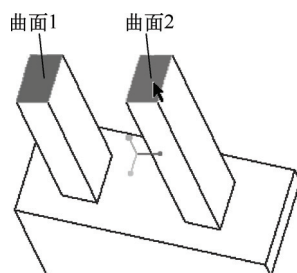

图 8-66 选择两个种子曲面
- 3) “种子/种子和对称平面”收集器处于被激活的状态，在图形窗口中选择图 8-66 所示的曲面 1，按住〈Ctrl〉键的同时选择曲面 2，所选的这两个曲面均作为种子曲面。